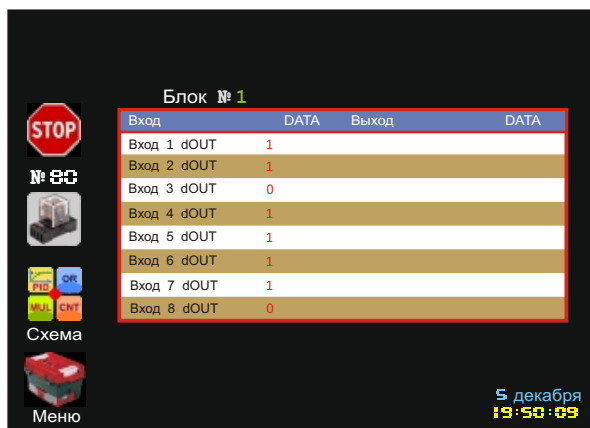

Рис. 35. Меню "Процесс" (Блок "Дискретный вывод")
9.1.17 В меню **Процесс** блок Дискретный вывод представлен в виде таблицы, в которой находится информация о состоянии всех 8-ми входов блока в данный момент времени (Рис. 35).